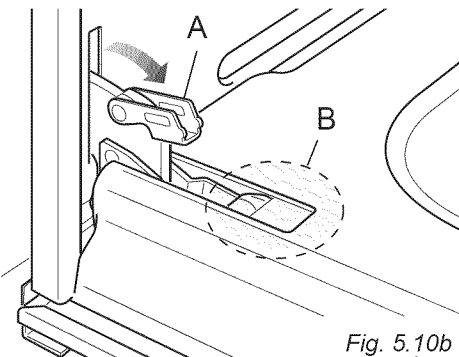
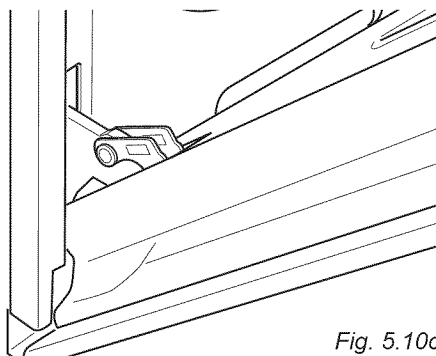

Fig. 5.10b
Fig. 5.10c
- Ouvrez complètement le levier "A" sur les charnières gauche et droite (fig. 5.10b).
- Refermez doucement la porte (fig. 5.10c) jusqu'à ce que le levier "A" des charnières soit accroché à la partie "B" de la porte (fig. 5.10b).